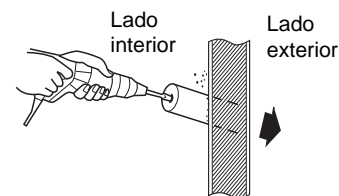

Fig. 3-47
4. Con ayuda de una segueta, de una sierra campana o de un accesorio de realización de agujeros, perforo en la pared un agujero (de 80 mm de diámetro). (Fig. 3-47)